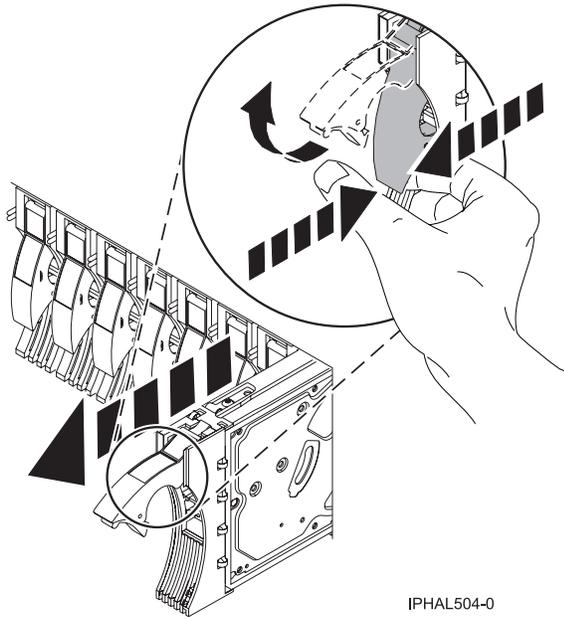

Figure 35. Retrait d'une unité de disques d'un modèle
13. Déverrouillez la poignée de l'unité de disques en appuyant dessus et en la tirant vers vous (voir figure 35).